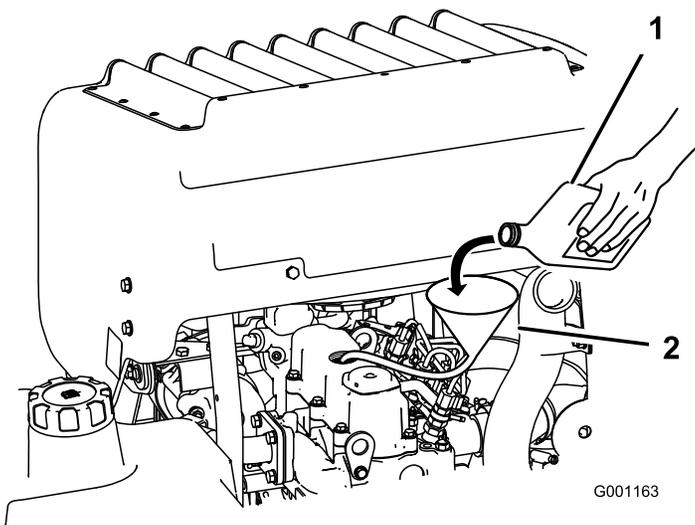

Figura 65
- Utilize um tubo e um funil para adicionar óleo ao motor (Figura 65).